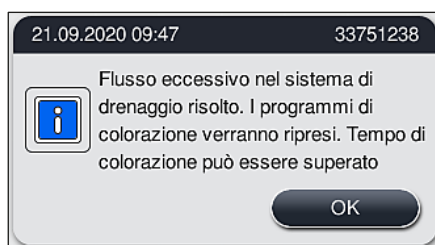

Fig. 121
- ✓ Se l'acqua che era bloccata defluisce, un altro messaggio sul display (→ "Fig. 121") informa l'utente che è possibile riprendere i programmi di colorazione. Premere **OK** (→ "Fig. 121") per proseguire.
1. Se i successivi tentativi di pulizia hanno esito positivo ed è possibile rimuovere l'ostruzione, il livello di acqua scende al di sotto del livello critico. Un messaggio sul display (→ "Fig. 121") informa l'utente che è possibile proseguire i programmi di colorazione. Premere **OK** (→ "Fig. 121") per proseguire. Viene visualizzata la possibilità di avviare i programmi e i programmi nel processo proseguono automaticamente.